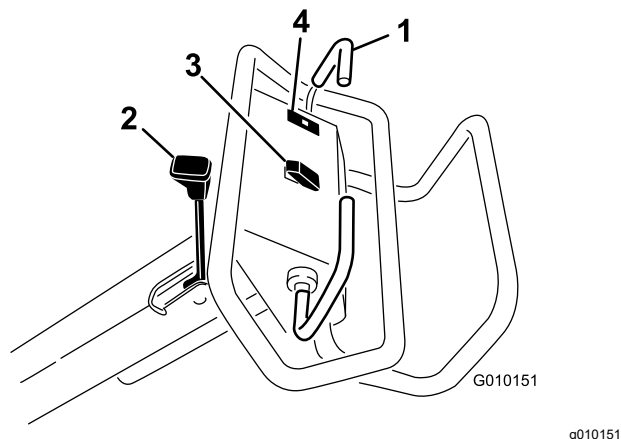

Рисунок 13
Для движения вперед передвиньте штангу управления тягой вперед. Для движения назад передвиньте штангу управления тягой назад (Рисунок 13).
- Для включения стояночного тормоза потяните его рычаг в сторону рукоятки оператора (Рисунок 13).
Сигнальная лампа давления масла (Рисунок 13) загорается, если давление масла в двигателе падает ниже безопасного уровня. При падении давления масла выключите двигатель и определите причину. Устраните повреждение, прежде чем снова запускать двигатель.
Подъем — для подъема и отключения вала аэратора нажмите на верхнюю часть переключателя (Рисунок 13). Двигатель должен работать для создания давления подъема. Если вал аэратора находится ниже транспортной высоты, см. раздел Сброс параметров цепи системы управления \(страница 28\).
Опускание/включение — для опускания и включения вала аэратора нажмите на нижнюю часть переключателя (Рисунок 13). Для активации переключателя штанга управления тягой должна находиться в переднем положении.